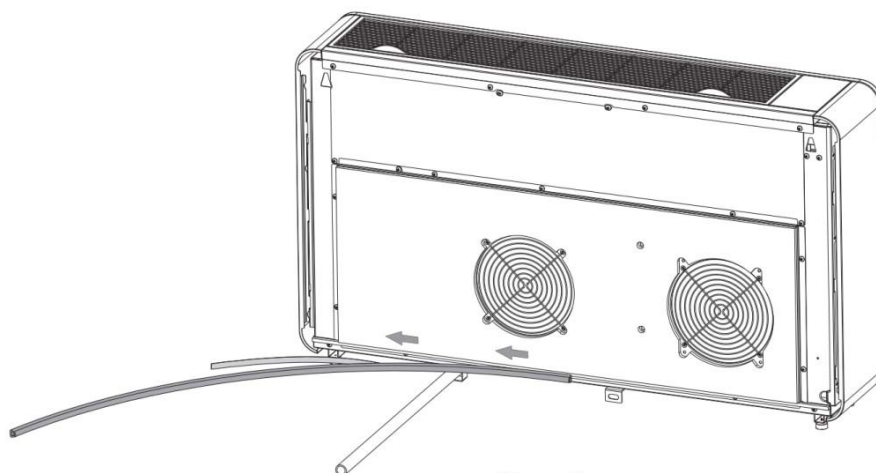

Figure 1
1. De afdichtingsstrip moet langs de rand van de machine worden geplakt, zoals weergegeven in afbeelding 1.
1. Druk op de knop 'Aanmelden' onderaan het scherm, zoals weergegeven in afbeelding 1.